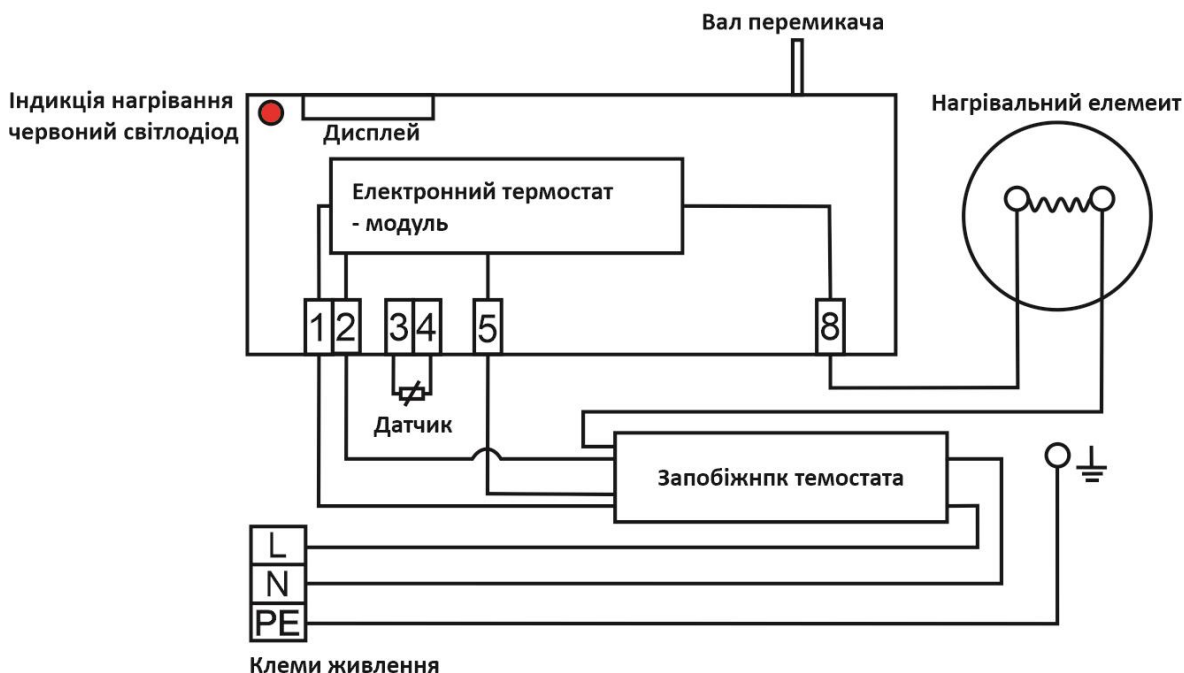

Рисунок 7
Підключення, виконане на заводі, заборонено змінювати! (Рисунок 7). Ступінь захисту електричних компонентів водонагрівача - IP 44. Споживана потужність електричного нагрівального елемента 2000 Вт (OKNE ONE/E 50-120), 1100 Вт (OKNE ONE/E 30).
- Схема електричного підключення додається до водонагрівача, та знаходиться на кришці електропроводки. (Рисунок 7)